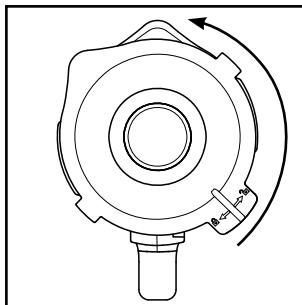

Fig. 1
- 1) Rimuovere l'inserto mixer ③ sollevandolo in verticale dal blocco motore ⑥.
- 2) Rimuovere il coperchio ②, ruotandolo in senso antiorario in direzione della posizione  (vedere Fig. 1), fino a poterlo estrarre verso l'alto.
- 3) Riempire l'inserto mixer ③ almeno fino alla tacchetta inferiore della scala graduata ⑧ e non oltre il segno MAX. Per risultati ottimali si consigliano le seguenti quantità di riempimento massime: